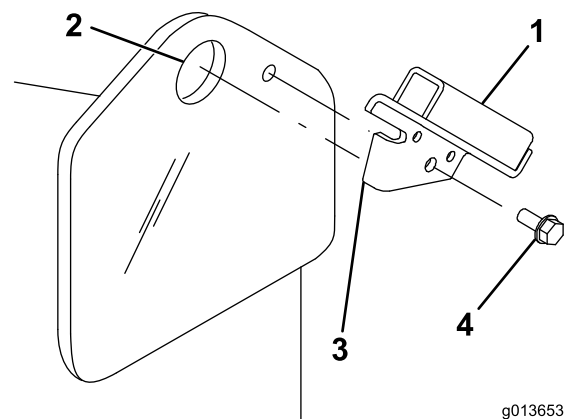

Figure 3
1. Insérez la languette du support de l'écran de protection dans le trou du point de levage sur le groupe de déplacement, le trou du support étant aligné sur le petit trou du châssis du groupe de déplacement (Figure 3).
trou du point de levage et le support doit se trouver à l'extérieur du châssis (Figure 3).
2. Fixez le support au châssis à l'aide d'une vis autotaraudeuse (Figure 3).